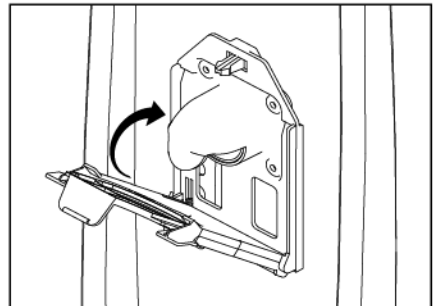

Fig. 4
- Poussez le col du sac vers le haut jusqu'à ce que le col s'emboîte dans l'aspirateur (Fig. 4).